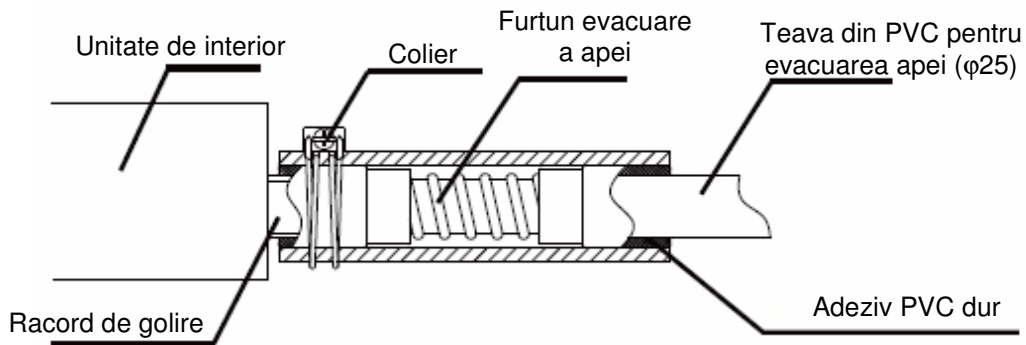

Figura 5.1
3. Folositi izolatie pentru tevile de evacuare a apei (accesoriu) pentru a racorda tevile de aspiratie si evacuare a apei din unitatea de interior (in special portiunea interioara) si folositi colierul pentru tevile de evacuare a apei (accesoriu) pentru a le lega ferm asigurandu-va astfel ca nu patrunde aerul si nu se produce condens. A se vedea Figura 5.1